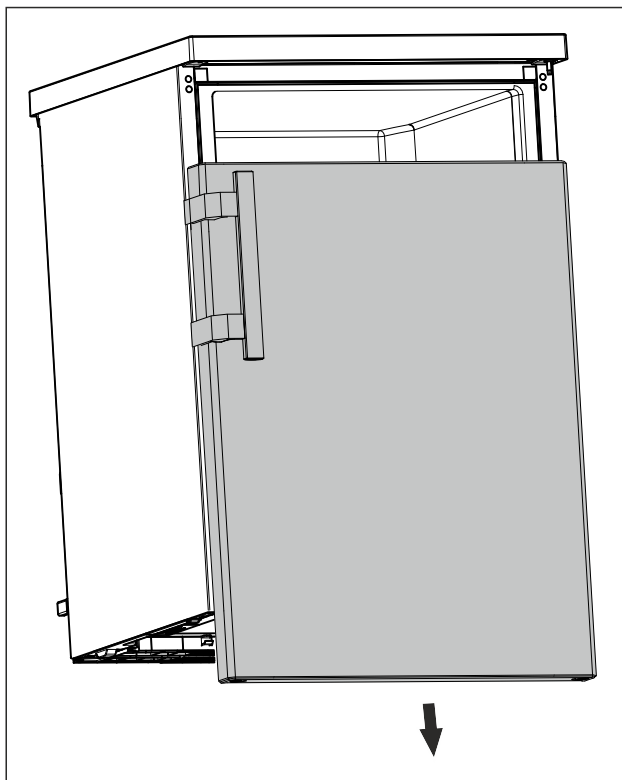

Fig. 17
- ▶ Retirer la porte vers le bas. (voir Fig. 17)